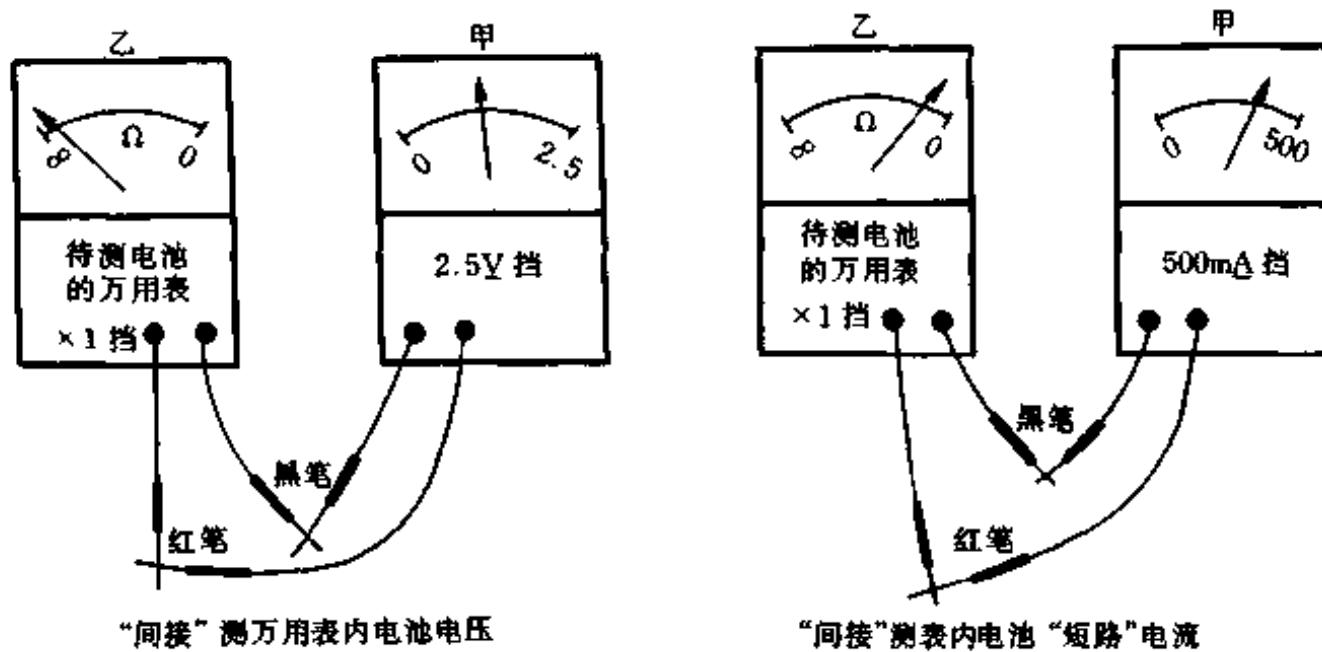

图 261
(1) 如图 261 左将另一表(称甲表)拨至 2.5V 挡, 使待测电池的表(乙表)拨至电阻最低挡(如“ $\times 1$ ”挡), 两表红、红笔相接, 黑、黑笔相接, 这时: 甲表的电压示值即为乙表的电池电压; (乙表仅微偏, 其示值为甲表该挡内阻, 见第 36 问)。但不能用此法直接测高阻挡(“ $\times 10k$ ”挡)的高压电池电压。再如图 261 右将甲表拨至最大直流电流挡, 应测得电流值约有